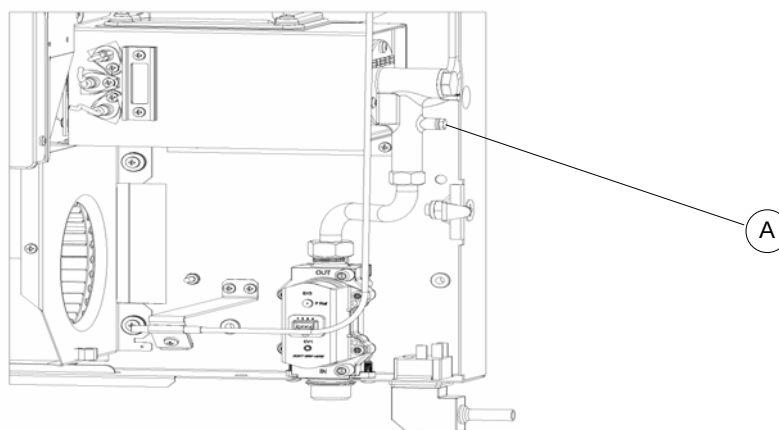

Abbildung 18 .
2. Ein Mikromanometer am Druckanschluss A nach Entfernen der entsprechenden Dichtschraube anschließen (siehe Abbildung 18).
Sobald die Temperatur des Wärmetauschers sinkt, kehrt der Heizkörper automatisch zum Normalbetrieb zurück. Falls die durch die Abdeckung des Gitters verursachte Überhitzung anhält, schaltet der Vorbegrenzungsthermostat (Detail B in Abbildung 18) den Heizkörper ab und am Display wird der Fehler E010 angezeigt, der nach Sinken der Wärmetauschertemperatur automatisch rückgesetzt wird.
- D) **Bei anhaltender Überhitzung:** wenn während des Betriebs des Heizkörpers der Ventilator stoppt, spricht der Sicherheitsthermostat an, der die Stromversorgung des Magnetventils abschaltet und die Gaszufuhr zum Brenner unterbricht (am Display wird der Fehler r002 angezeigt). Zur Wiederherstellung des Betriebs etwa zehn Minuten warten, bis die Temperatur sinkt, **die Stromversorgung des Heizkörpers trennen**, die Verkleidung abnehmen und den Heizkörper durch Drücken der Reset-Taste am Sicherheitsthermostat innerhalb des Heizkörpers rücksetzen (siehe Detail A in Abbildung 18). Danach den Heizkörper durch Drücken der Taste C  rücksetzen. Sollte sich das wiederholen verständigen Sie den Kundendienst.